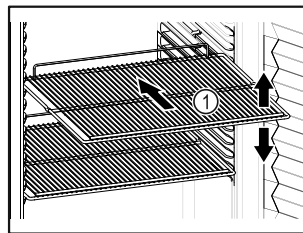

Fig. 30 Shembull ilustrues
- Nëse raftet me rrjetë Fig. 30 (1) mund të zhvendosen, atëherë përshtatini sipas lartësisë.